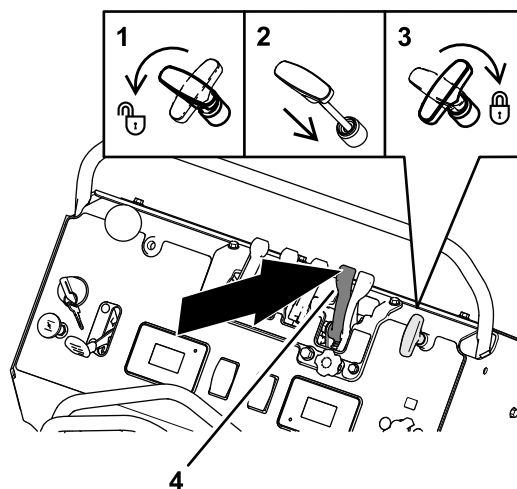

Figure 98
3. Fermez la trappe de la turbine en poussant le levier de distribution intensive de granulés à fond en avant (Figure 98).
4. Tournez la poignée de commande d'épandage dans le sens antihoraire, enfoncez-la et tournez-la dans le sens horaire (3); voir Figure 98.